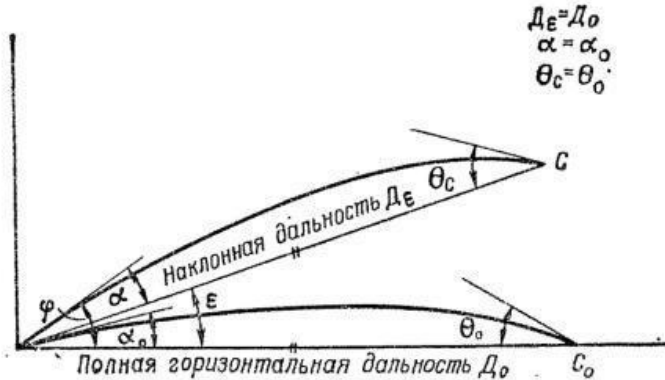

Рис. 95. Жесткость траектории
2. При стрельбе под небольшими углами места цели (до $\pm 15^\circ$) эта дальность полета пули изменяется весьма незначительно, поэтому допускается равенство наклонной и полной горизонтальной дальности полета пули, т.е. неизменность формы (жесткость) траектории (рис. 95).